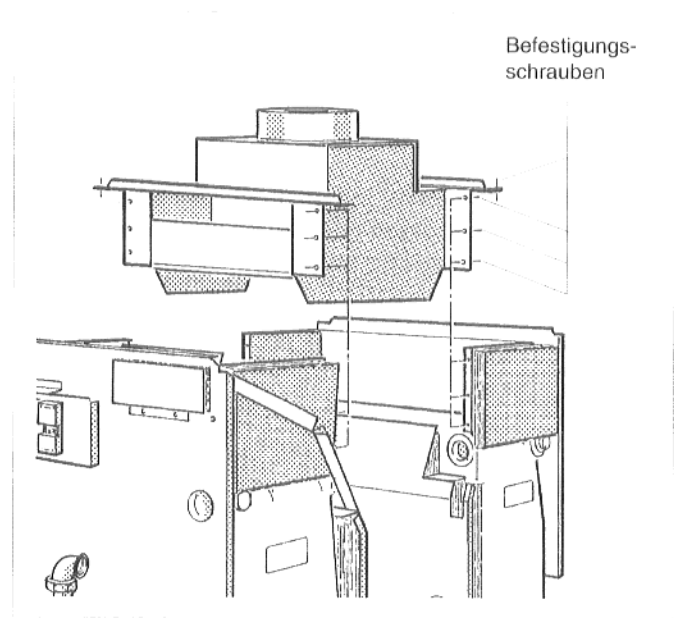

Abb. 8: Sammelkanal festschrauben G324 XD
- Sammelkanal festschrauben (Abb. 8).